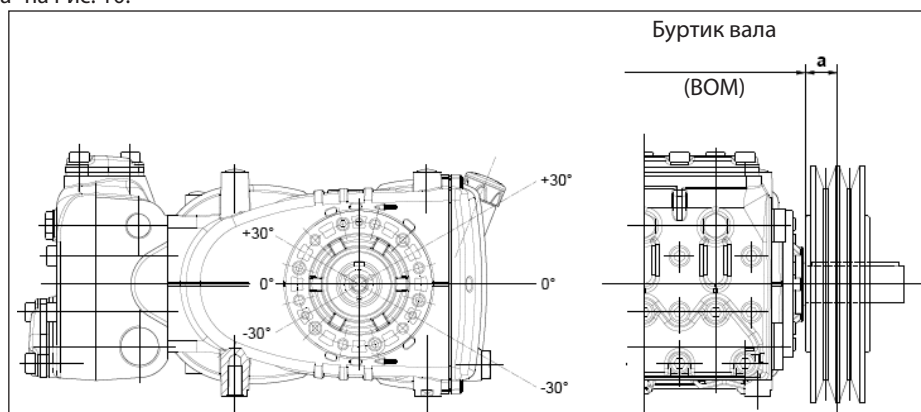

Рис. 10
Передача считается соответствующей, если данная нагрузка прилагается на максимальном расстоянии **a=30 мм** от буртика вала (ВОМ), как указано на Рис. 10.
- б) Пользуйтесь ремнями с высоким КПД, например, **XPB** вместо **SPB**, поскольку в этом случае потребуется меньшее количество ремней при одинаковой передаваемой мощности, что в свою очередь сократит расстояние между результирующей силой и буртиком вала (ВОМ) "а" на Рис. 10.